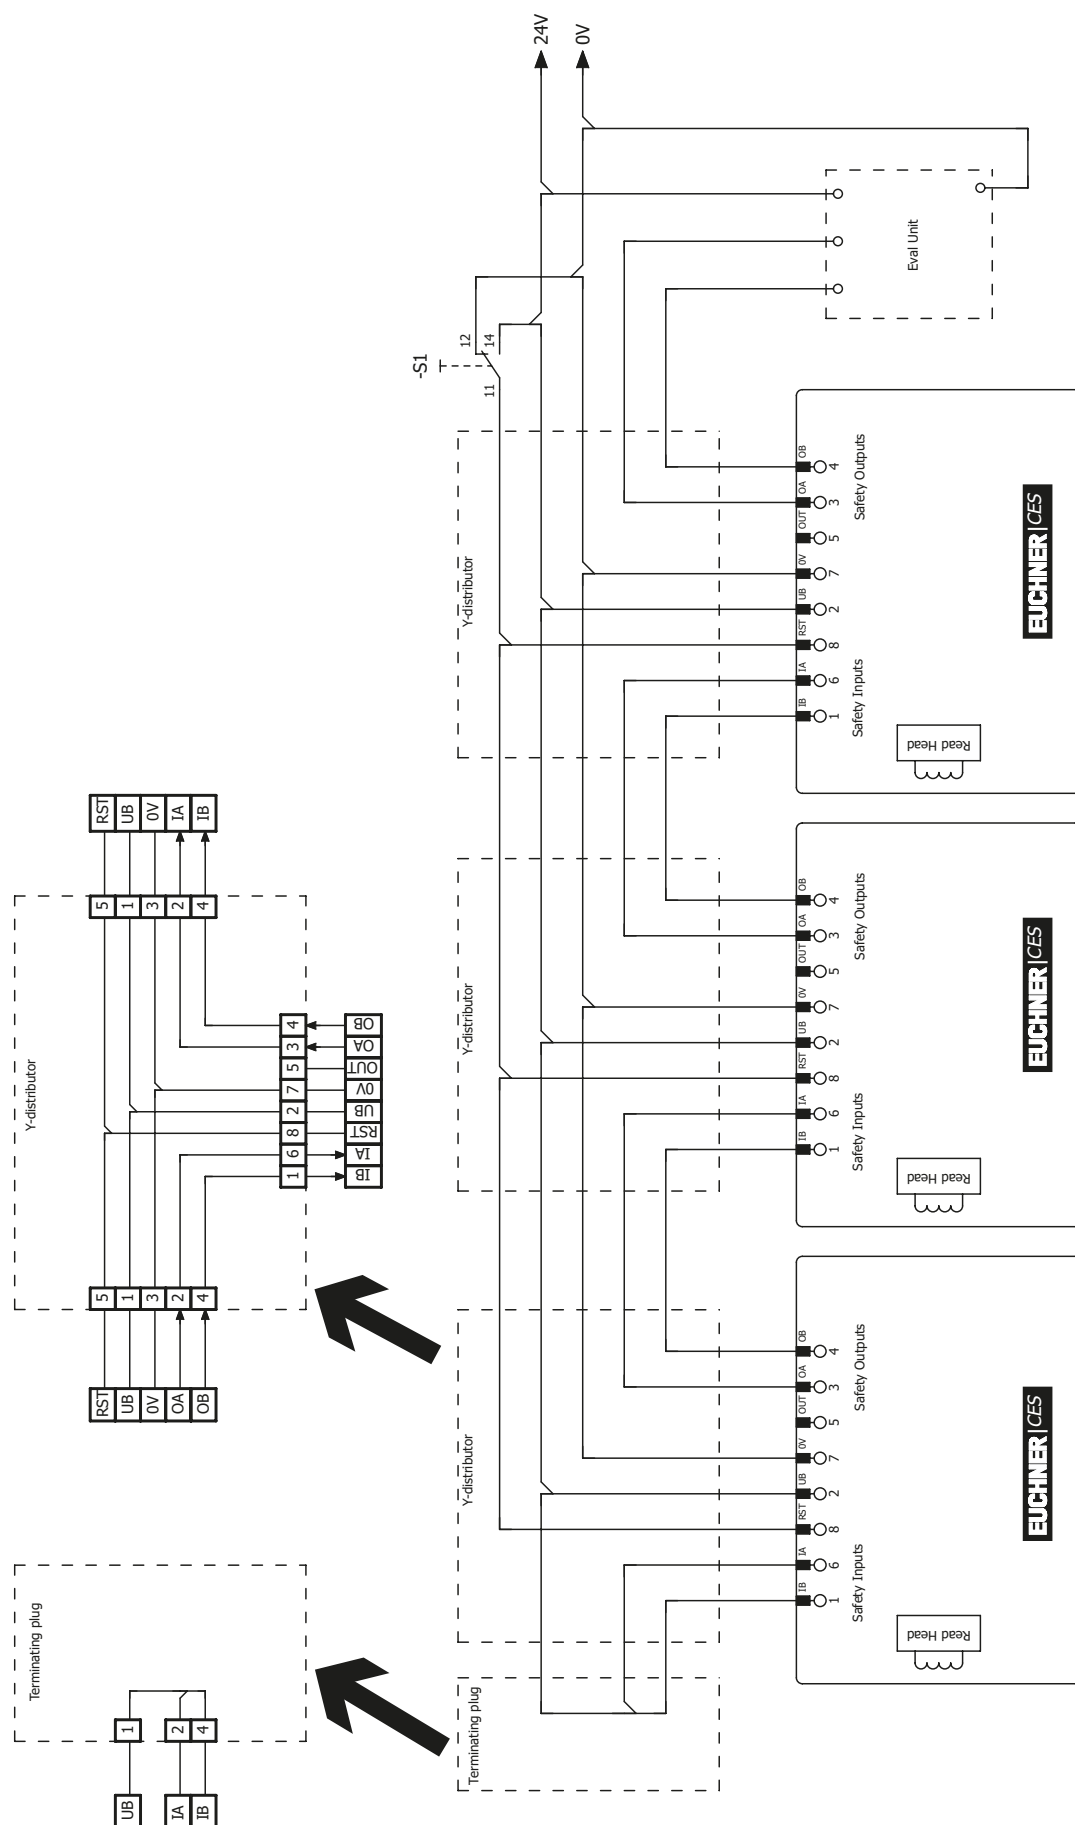

Рис. 4. Пример последовательного подключения с возможностью сброса параметров и переключателем
- › Следует использовать общий сигнал для всех выключателей в одной цепи. Для этого может использоваться переключатель, однако также возможно использование выхода ПЛК. Кнопочный выключатель не подходит, так как во время работы выход RST должен быть всегда соединен с землей (см. выключатель S1 на *Рис. 4 на странице 19*).
Чтобы обеспечить такую возможность, вход RST должен быть подключен так, как показано на *Рис. 4 на странице 19*.